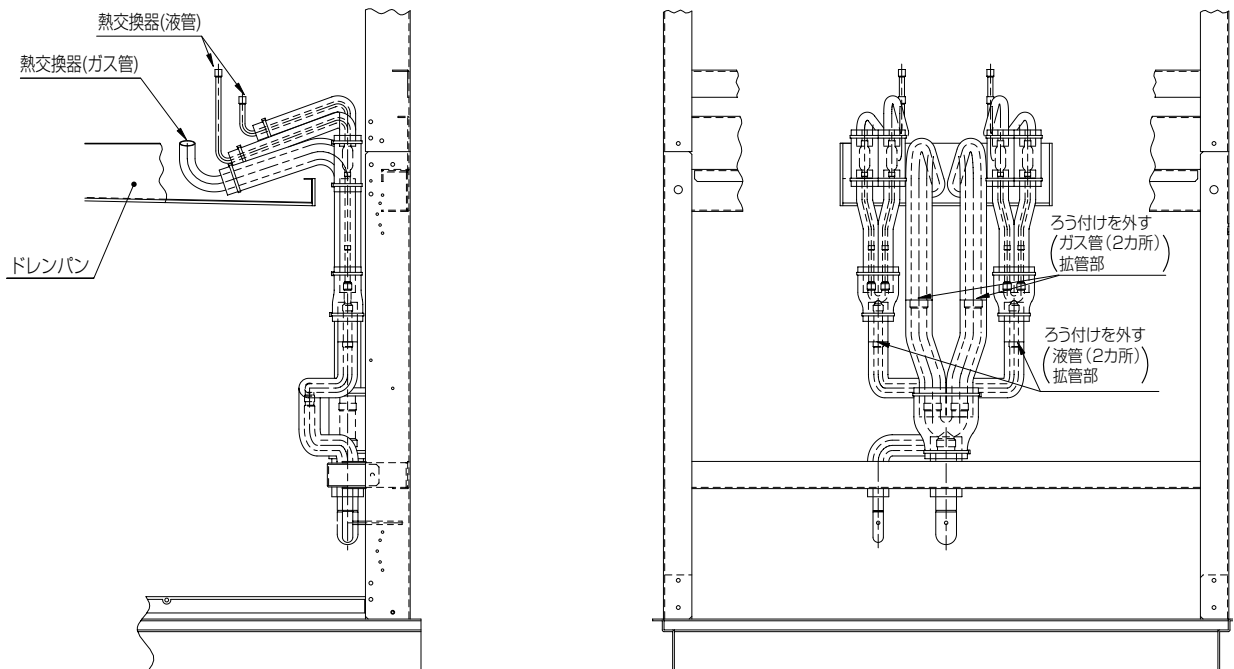

図4
- ・配管に巻いているパイプカバーをトーチの炎が当たらない位置まで剥がしてください。図4、5で指示している位置でろう付け部を外してください。